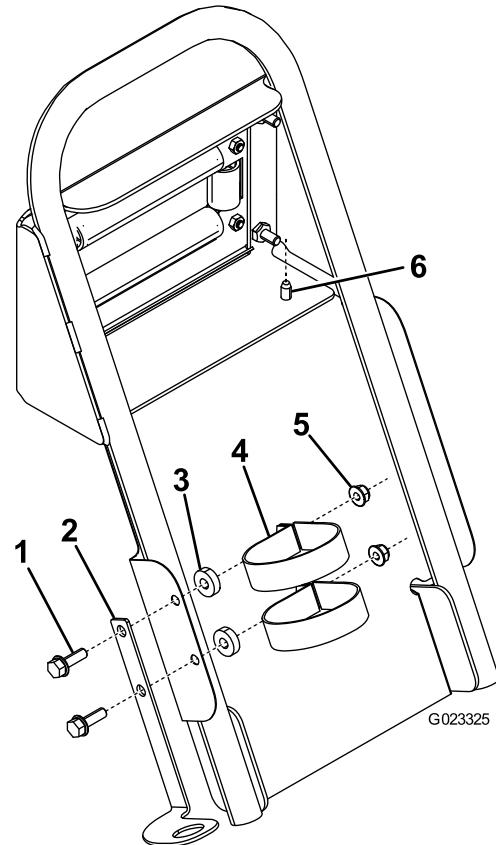

図 12
7. 泥除けシールドの上部をハンドルに固定するタップねじ2本を使用する図 12。
8. スプレーガン・ホルダーを、泥除けシールドに図 12に示すように取り付ける。